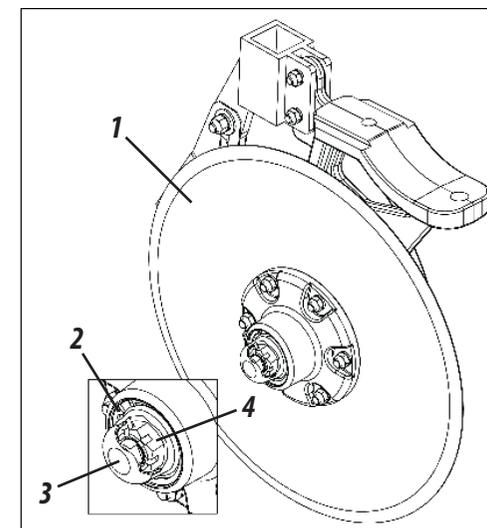

Figura 63
02 - Retire el anillo de retención (2) del cubo (3). Examine los rodamientos, si hubiera holguras, ajuste a través de la tuerca (4). Introduzca grasa nueva en el tapacubos (5). Recoloque el tapacubos en el cubo y fíjela con el anillo de retención (1), según muestra la figura 63.